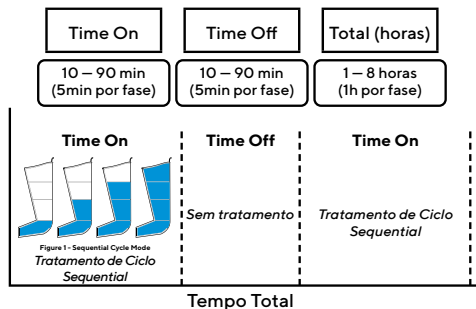

Figura 1 - Sequential Cycle Mode
- É aplicada uma massagem direcional, partindo da base da zona tratada e avançando no sentido do tronco, havendo depois libertação. (ver Figura 1)